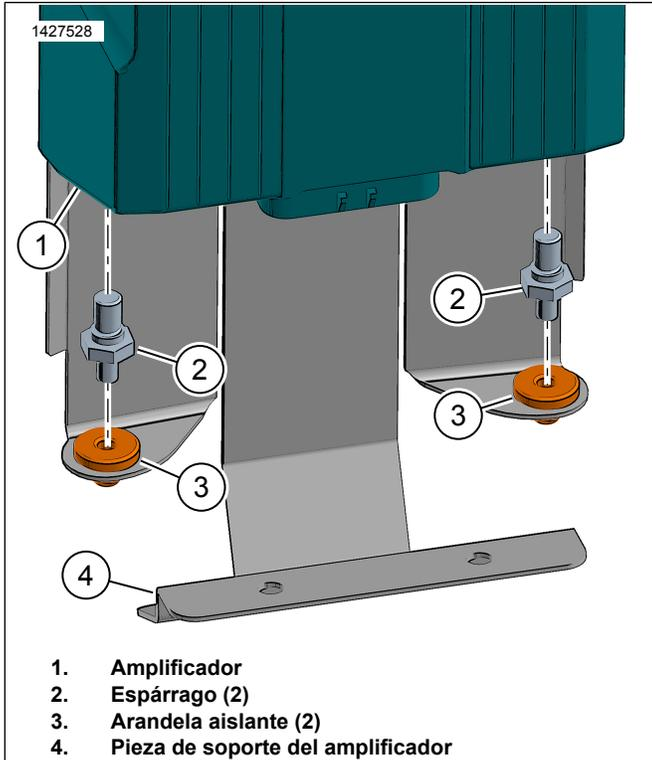

Figura 12. Perno macho del amplificador
4. Consulte la Figura 12. Instale la arandela aislante (3) en la pieza de soporte de montaje del amplificador (4).
5. Instale el espárrago (2) en el amplificador (1). Apretar.